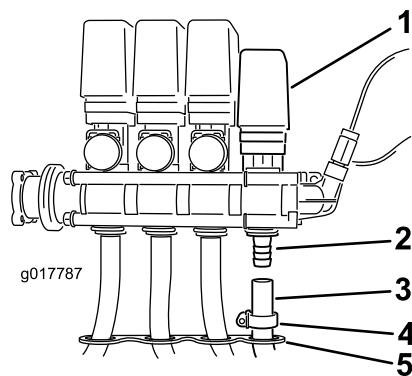

Figura 13
- Inserite il flessibile nel foro aperto del cablaggio del flessibile sulla staffa di montaggio delle valvole e dirigetelo verso l'alto fino al raccordo libero della valvola dell'avvolgitubo montata in precedenza (Figura 13).